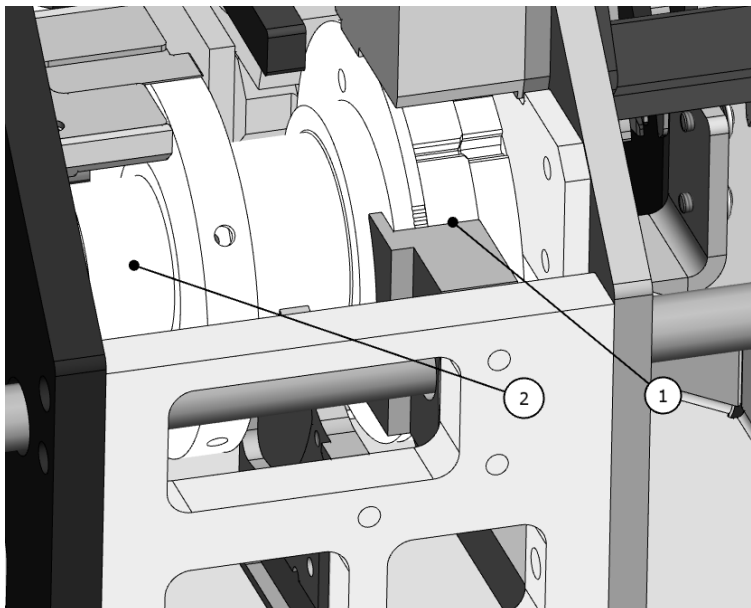

Fig. 15: Lubricación del tambor
- Lubricar el soporte (cf. fig. 15, pos. 1) y el cojinete (cf. fig. 15, pos. 2) del tambor.